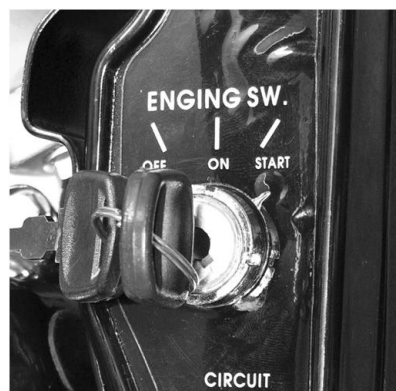

Рис.13
- Для надежной работы всасывающей магистрали рекомендуется утяжелить конец всасывающего рукава в районе фильтра дополнительным грузом и в процессе работы (и особенно при запуске помпы) периодически проверять, чтобы всасывающий рукав с фильтром находился в вертикальном положении (Рис.13).
Установите ключ зажигания в замок и поверните в положение ON (Рис.13) Для запуска поверните ключ зажигания в положение «Старт» и удерживая в этом положении 3-5 секунд, произведите запуск двигателя. После запуска отпустите ключ, он автоматически встанет в положение «ON».